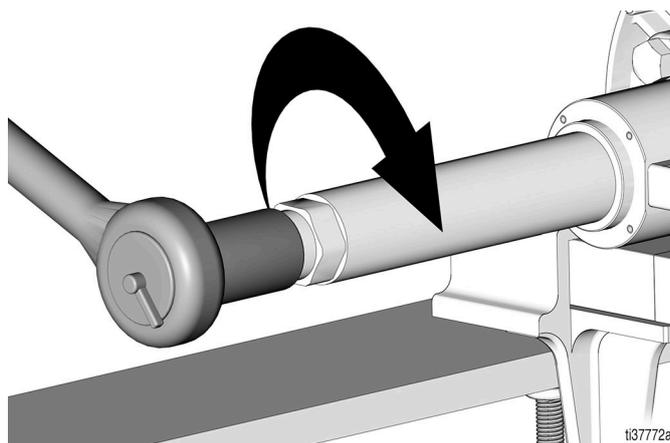

图 31
16. 使用 1-7/16 英寸套筒，将密封固定器 (6) 拧紧到泵气缸 (2) 组件上（扭矩 100 - 110 ft-lb/135.6 - 149.1 N•m）（图 31）。